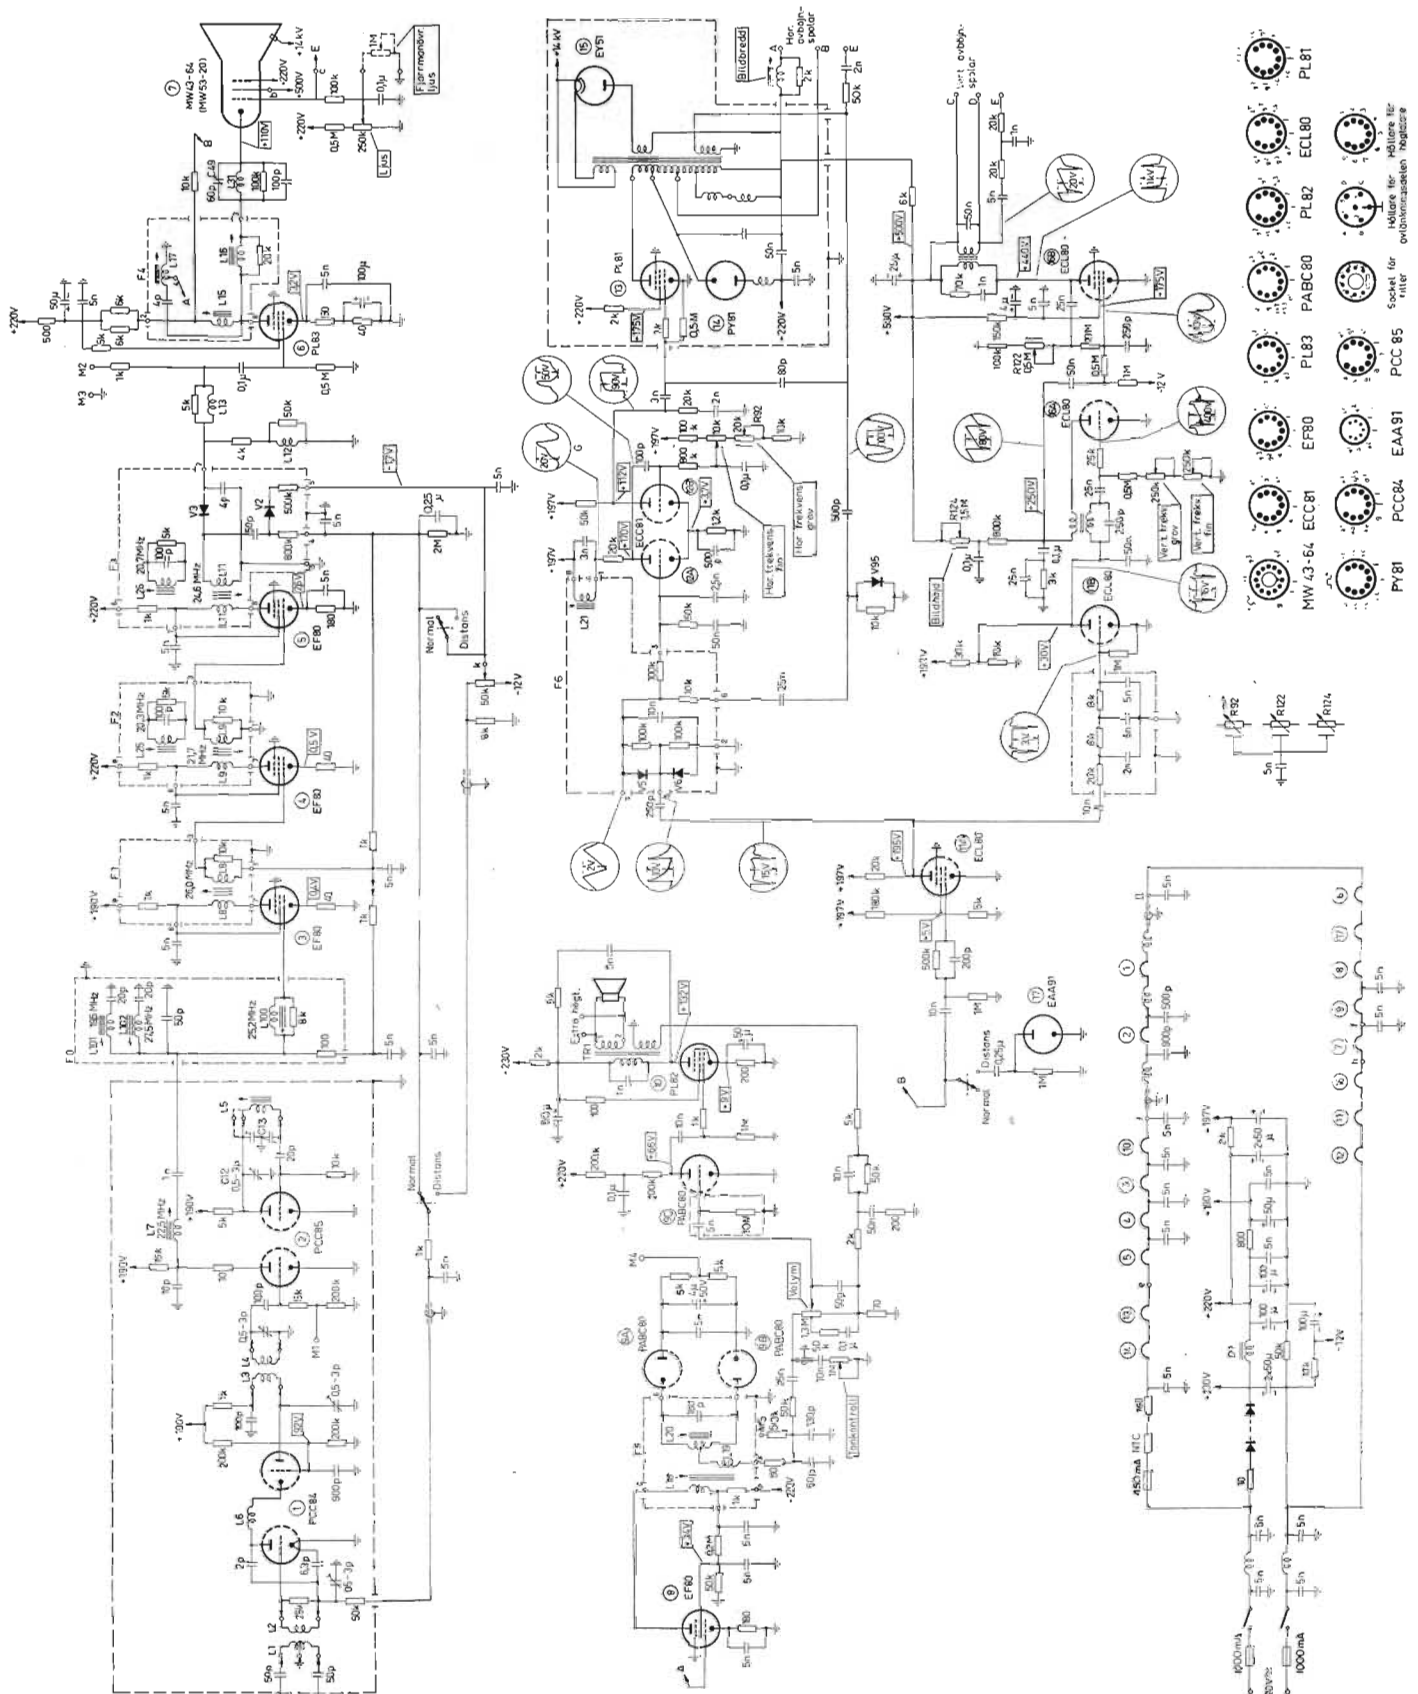

Fig. 9. Principschema för TV-mottagare typ 206 TV, 210 TV och 214 TV från Centrum Radio.
Principschemat visas i fig. 9. Ingångssteget utgöres av ett kaskodkopplat HF-steg bestyckat med röret PCC84 (1) åtföljt av ett blandarsteg med PCC85 (2). Kanalväljaren, som har 240 ohms balanserad ingång, har kanalomkopplare av trumtyp bestyckad med spolar för TV-kanal 2—11. Ena trioden i PCC85 (2B) ingår i en Colpitts-oscillator under det att andra triodhalvan (2B) arbetar som additivt blandarsteg. Finavstämning sker med en vridkondensator C13 i oscillator-kretsen, vars ratt är tillgänglig från apparatens framsida.
- Trimning av kretsen L21 (i F6) sker med oscilloskop ansluten till punkt G (se principalschema i fig. 9). Denna kontroll göres vid stillastående bild från sändaren (provbild) och vid lämplig kontrast. »Knicken» på kurvans stigning skall ligga mellan 60–70 % av maximal kurvhöjd. Detta regleras genom kretsen L21, varvid dock måste tillses att synkronisering med fin- och grovregleringsratten kan återinställas.